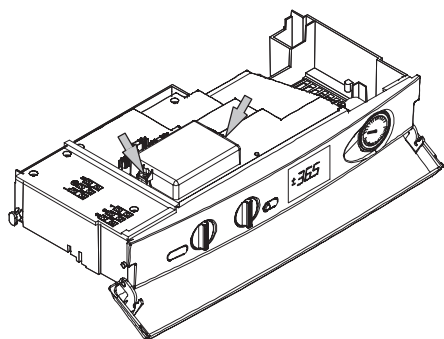

Figura 5.28
- Togliere le due viti indicate in Figura 5.28 e aprire il coperchio della morsettiera collegamento sonda esterna.